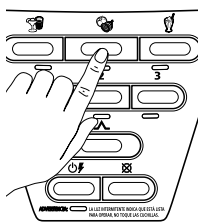

Fig. 20
4. Pressione o botão de um dos três programas inteligentes que for adequado para sua receita (Fig. 20).